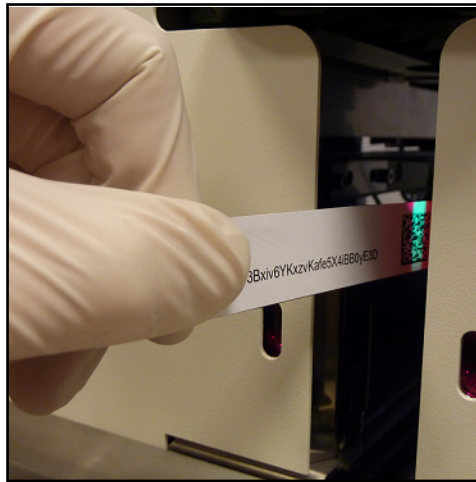

Abbildung 19: Verwendung der Registrierungscode--Karte zum Registrieren neuer Streifen
- 2** Setzen Sie die Registrierungscode-Karte (mit LabUMat 2 gekennzeichnet) so in den Rack-Förderer ein, dass der 2D-Barcode nach rechts zeigt (Abbildung 19).
- ① Nach einer erfolgreichen Streifenregistrierung, erhöht sich die Anzahl der verfügbaren Streifen, die im Menü **Messung** angezeigt wird, um die Anzahl der Streifen, die im Registrierungscode gespeichert sind.